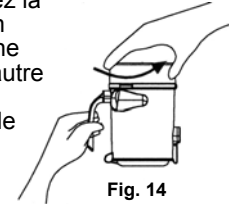

Fig. 14
1. Pour retirer l'assemblage du filtre de la coupelle, tenez la coupelle par son manche dans une main et, avec l'autre main, tournez le couvercle dans le sens contraire des aiguilles d'une montre et enlevez-le. (Fig. 14)